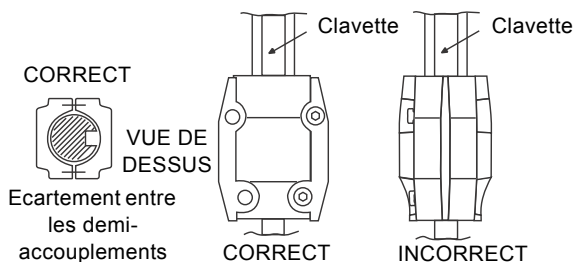

Fig. 16 Réglage accouplement pour tous les CR, CRI, CRN, CRT
3. Fixer les vis de l'accouplement, sans les serrer. Contrôler que l'écartement est le même de chaque côté de l'accouplement et que la rainure de clavette de l'arbre moteur est centrée dans le demi-accouplement, comme indiqué à la fig. 16.
4. Fixer les vis de l'accouplement, sans les serrer. Contrôler que l'écartement est le même de chaque côté de l'accouplement et que la rainure de clavette de l'arbre moteur est centrée dans le demi-accouplement, comme indiqué à la fig. 16.
Pour éviter d'endommager les demi-accouplements, s'assurer que la rainure de clavette de l'arbre moteur est centrée dans le demi-accouplement, comme indiqué sur la fig. 16.
4. Lubrifier les vis de l'accouplement avec un composé lubrifiant et antigrippage. Serrer les vis de l'accouplement (manuellement) tout en maintenant l'écart d'accouplement égal de chaque côté et la rainure de clavette de l'arbre moteur centrée dans le demi-accouplement, comme indiqué sur la fig. 16. Lorsque les vis sont suffisamment serrées pour maintenir les accouplements en place, serrer les vis en diagonale.